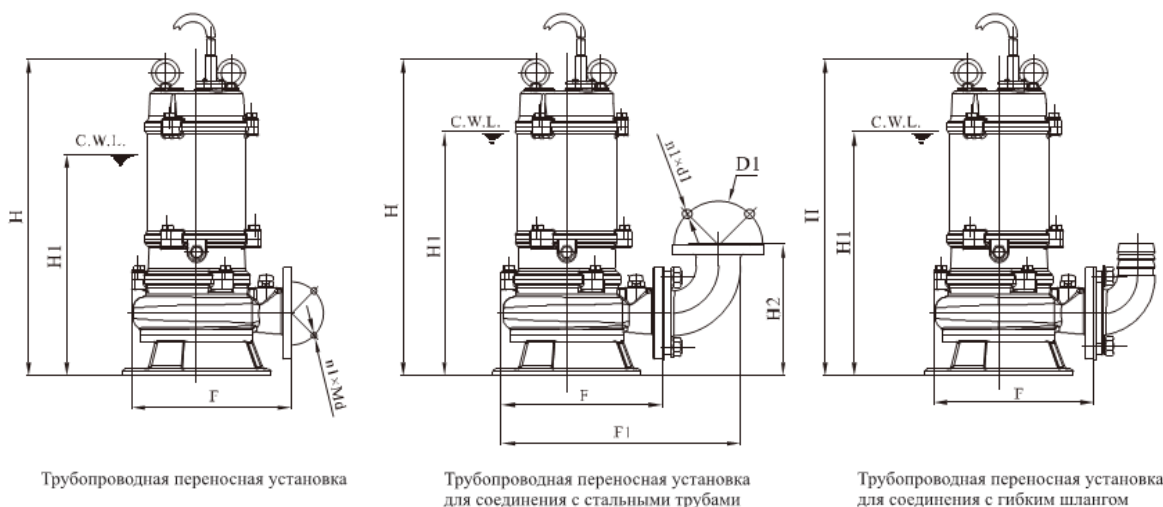

Рис. 6 Переносная установка насосов WQ(I), WQ-JY(I), WQ-W(I), WQX(I)
**Габаритно-присоединительные размеры 2-х полюсных насосов WQ(I) (Рис. 6):**